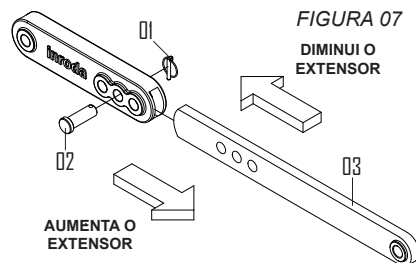

FIGURA 07
- Solte a trava (1), retirando o pino (2), em seguida puxe a barra (3), ajustando através dos furos, uma maior abertura ou fechamento do extensor. (figura 07).